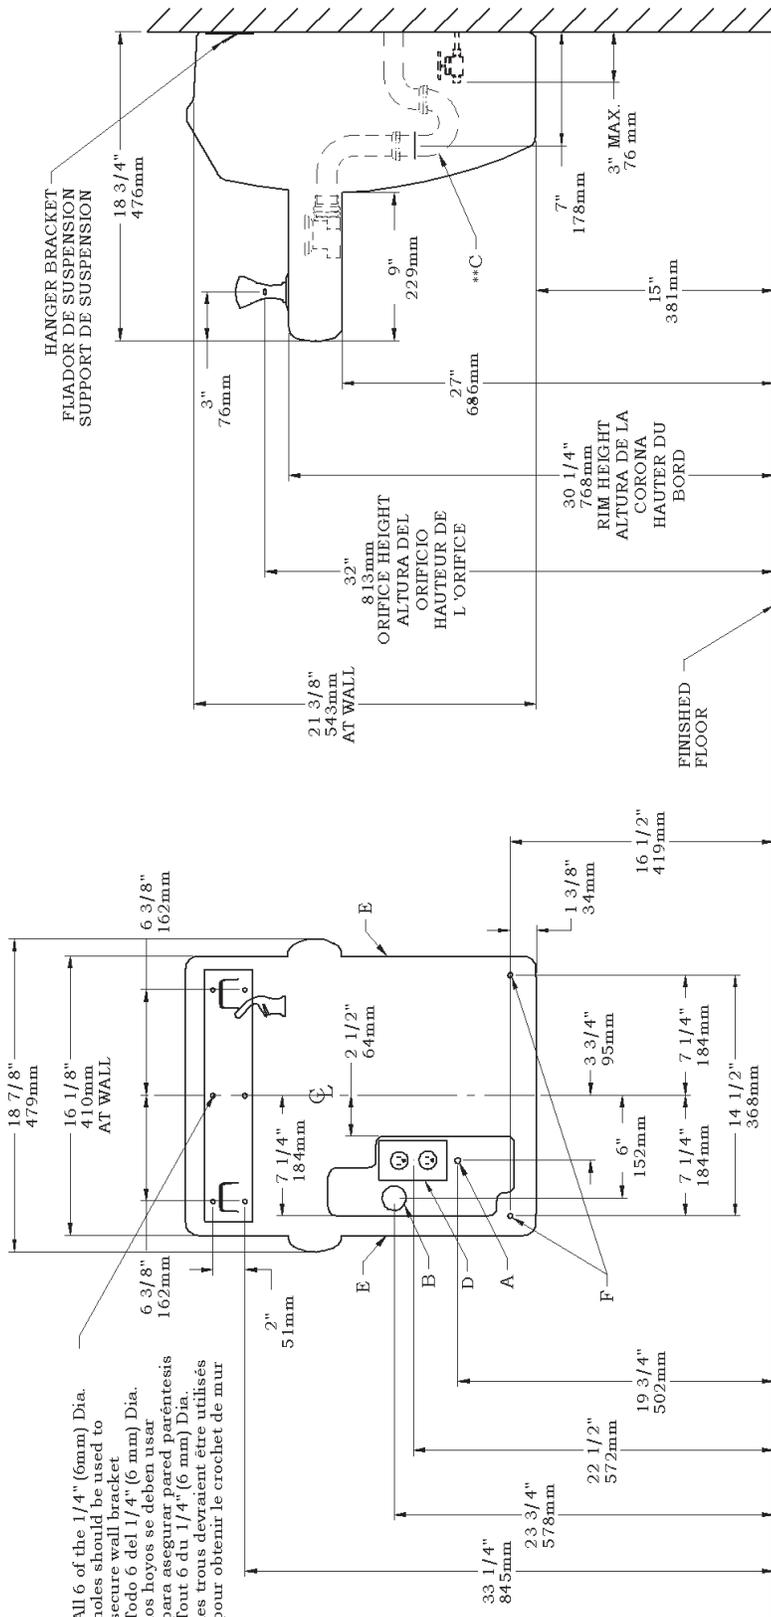
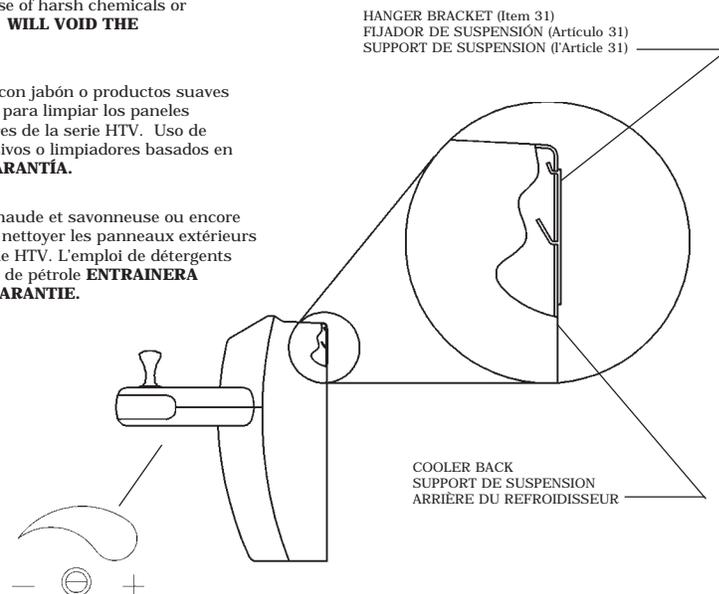

Fig. 2
Fig. 3
- 1) Remove hanger bracket fastened to back of each cooler by removing one (1) screw.
- 2) Mount the hanger brackets as shown in Fig. 2 & Fig 3.
- NOTE:** Hanger Bracket MUST be supported securely. Add fixture support carrier if wall will not provide adequate support. Anchor hanger securely to wall using all six (6) 1/4 in. dia. mounting holes.
- 3) Hang the cooler on the hanger bracket. Be certain the hanger bracket is engaged properly in the slots on the cooler back as shown in Figure 3.
- 8) Stream height is factory set at 35 PSI. If supply pressure varies greatly from this, adjust screw located under dispenser bottom (Item 36). See Fig. 3. CW adjustment will raise stream and CCW adjustment will lower stream. For best adjustment, stream should be 1 1/2" above bubbler hood. (See Fig. 9)
- 1) Quita gancho paréntesis abrochó para apoyar de más fresco quitando uno (1) tornillo.
- 2) Monta el paréntesis de gancho como mostrado en la Fig 2. & Fig 3.
**La NOTA:** Paréntesis de Gancho se debe sostener seguramente. Agregue instalación fija portador de apoyo si pared no proporcionará apoyo adecuado. El gancho del ancla seguramente a usar de pared todo y seis (6) 1/4 en. dia. hoyos que montan.
- 8) La altura de la corriente es el conjunto de la fábrica en 35 PSI. Si la presión del suministro varía magníficamente de esto, ajusta el tornillo localizado bajo el fondo de dispenser (Artículo 36). Vea Fig. 3. El ajuste de CW levantará la corriente y el ajuste de CCW bajará la corriente. Para mejor ajuste, la corriente debe ser 1 1/2" encima de capucha de bubbler. (Vea Fig. 9)
- 1) Enlève le crochet de cintre a attaché pour soutenir de plus frais en enlevant celui (1) la vis.
- 2) Monter le crochet de cintre selon la Figure 3.
**LA NOTE:** le Crochet de Cintre doit être assurément soutenu. Ajouter le transporteur de soutien d'accessoire si le mur ne fournira pas le soutien suffisant. Ancrer le cintre assurément à l'utilisation de mur tout six (6) 1/4 dans. dia. les trous qui montent.
- 3) Accrochez le refroidisseur au support de suspension. Vérifiez que le support de suspension est correctement inséré dans les fentes situées au dos du refroidisseur comme indiqué sur la Figure 3.
- 8) La hauteur de ruisseau est la série d'usine à 35 PSI. Si la pression de provision varie fort de ceci, ajuster la vis localisée sous le fond de distributeur (l'Article 36). Voir la fig. 3. L'ajustement de CW élèvera l'ajustement de ruisseau et CCW abaissera le ruisseau. Pour le meilleur ajustement, le ruisseau devrait être 1 1/2" au dessus du capuchon de bubbler. (Voir la fig. 9)